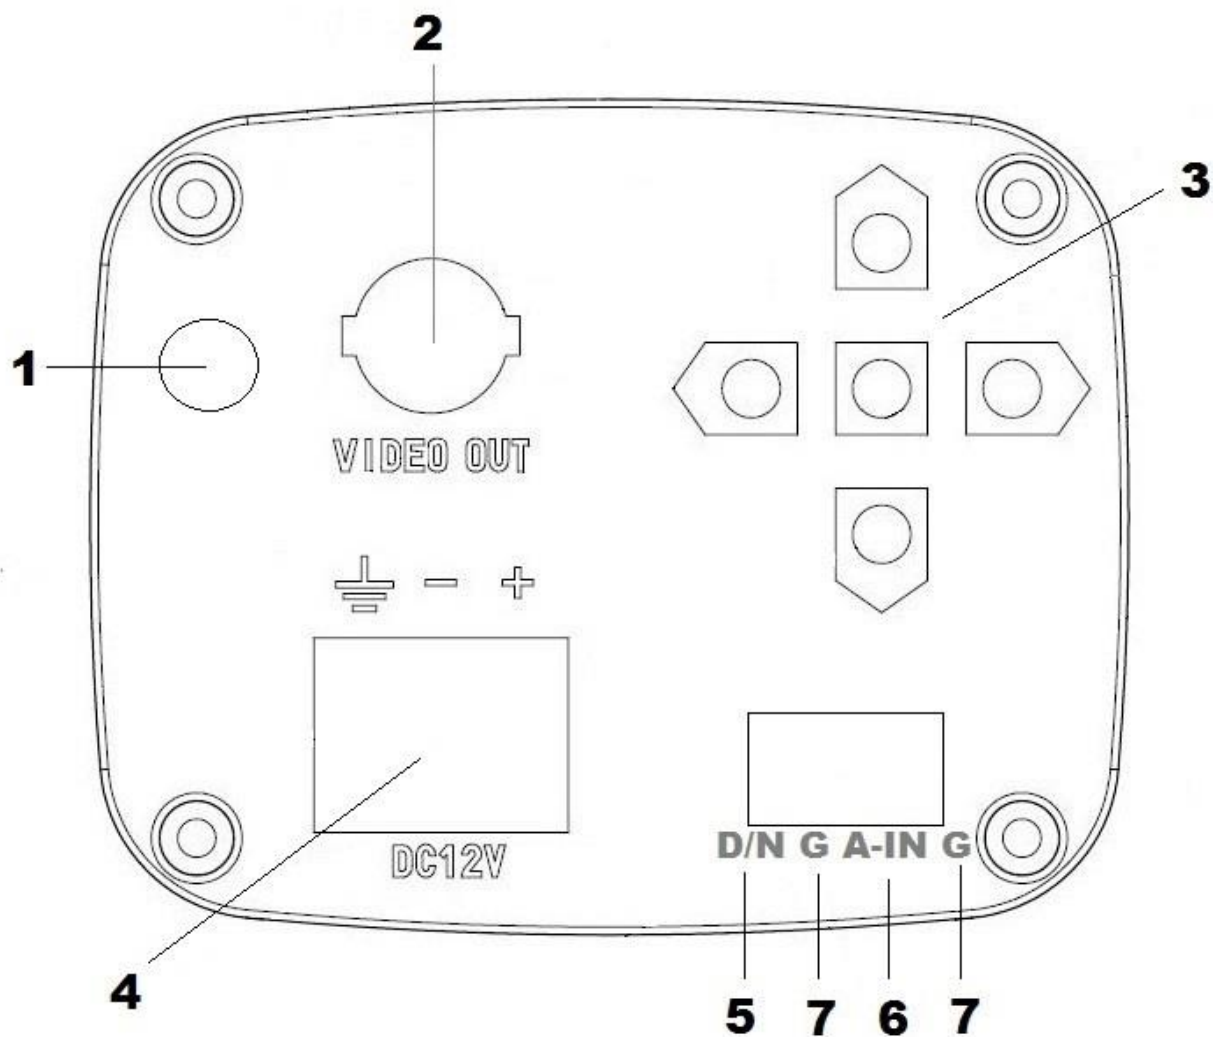

Рисунок 3
4.2 Подключите соединительные провода (разъемы) в соответствии со схемой внешних подключений (рис.3) и соблюдением полярности. Неверное соединение может привести к повреждению и/или неправильному функционированию оборудования.